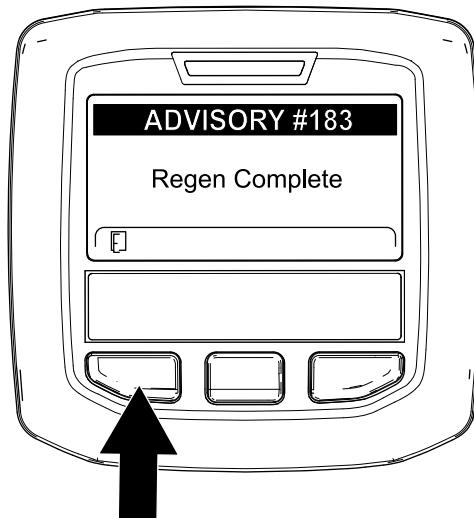

Bild 80
9. Wenn der Motorcomputer eine geparkte Regenerierung oder eine Wiederherstellung-Regenerierung abschließt, wird im InfoCenter ADVISORY #183 (**Bild 80**) angezeigt. Drücken Sie die linke Taste, um den Begrüßungsbildschirm anzuzeigen.
Hinweis: Wenn die Regenerierung nicht abgeschlossen wird, wird im InfoCenter „Advisory #184“ (**Bild 80**) angezeigt. Drücken Sie die linke Taste, um den Begrüßungsbildschirm anzuzeigen.